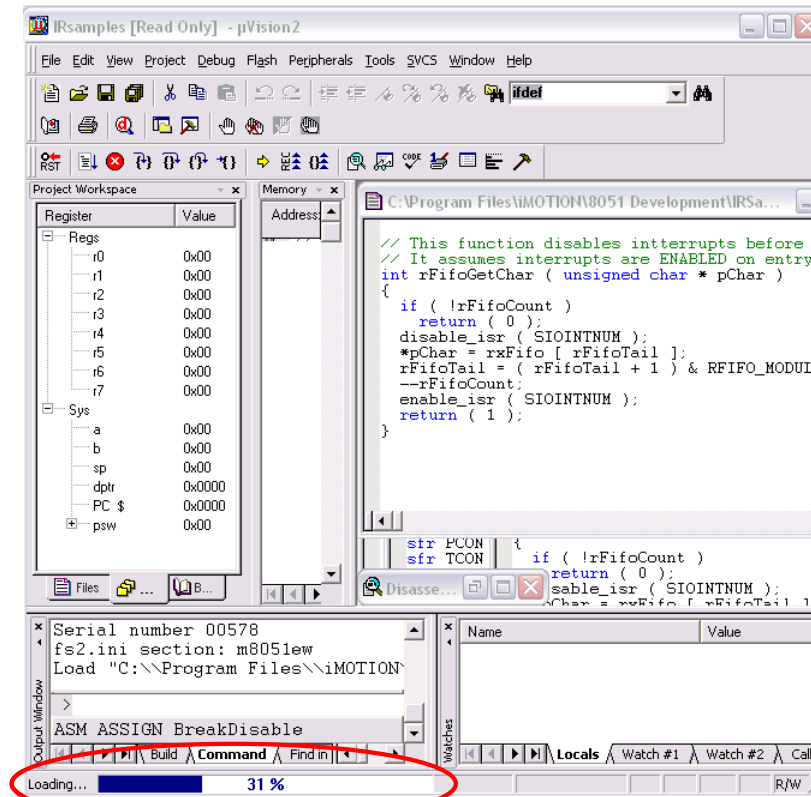

図 4 8051 のプログラムをローディングしているときの uVision ウィンドウ画面
3. Debug ⇒ Start/Stop Debug Session を選択します。FS2 装置が立ち上がった後に、左下のステータス・バーに 8051 コードの RAM へのローディングの進捗状況が表示されます (図 4)。